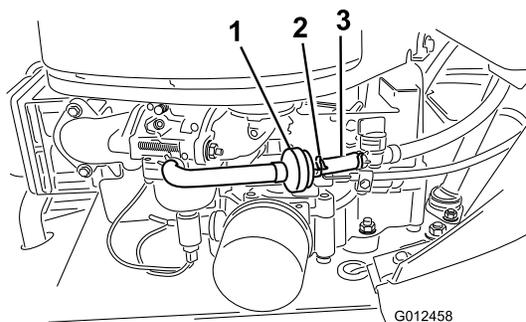

Figura 30
9. Togliete il tappo di spurgo per lasciare defluire l'olio (Figura 30).
7. Allentate la fascetta stringitubo e spostatela in alto sul tubo del carburante, lontano dalla valvola di intercettazione del carburante (Figura 30).
8. Togliete i tubi del carburante dal filtro del carburante (Figura 30).
11. Infilate la fascetta vicino al filtro del carburante, per fissare il tubo del carburante (Figura 30).
Il momento più opportuno per sostituire il filtro del carburante (Figura 30) è quando il serbatoio del carburante è vuoto. Non rimontate mai il filtro carburante sporco dopo averlo tolto dal tubo di alimentazione del carburante.